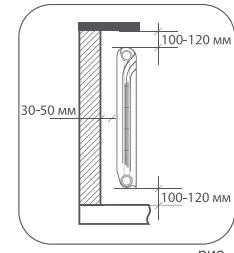

рис. 1
1. Для эффективной работы радиатора необходимо соблюдать монтажные нормы, указанные на рис. 1.